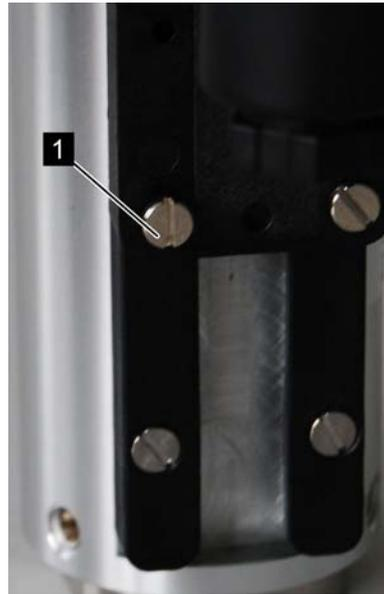

Abb. 30: Feststellschrauben lösen
2. ➤ Die Feststellschrauben des Schaltkontaktes (Abb. 30/1) mit einem Schlitzschraubendreher lösen
6. ➔ Feststellschrauben des Schaltkontaktes (Abb. 30/1) mit einem Schlitzschraubendreher wieder anziehen. Dabei Schrauben-Anziehdrehmoment beachten.